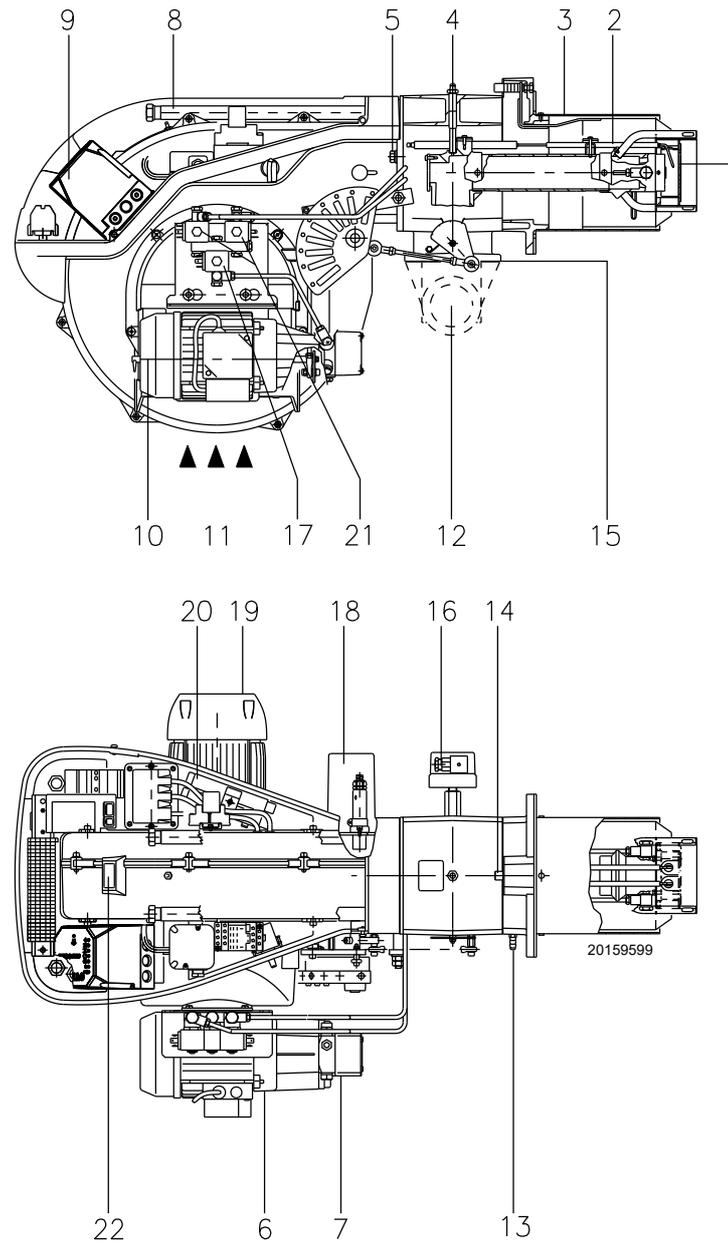

Fig. 6
(1) Conditions de référence : Température ambiante 20° C - Température du gaz 15° C - Pression barométrique 1 013 mbar - Altitude 0 m s.n.m.
(2) Pression à la prise 5)(Fig. 6) avec pression zéro dans la chambre de combustion et à la puissance maximale du brûleur.
(3) Pression sonore mesurée dans le laboratoire de combustion du constructeur, avec le brûleur fonctionnant sur la chaudière d'essai, à la puissance maximale. La Puissance sonore est mesurée selon la méthode « Free Field », prévue par la Norme EN 15036 et la classe de précision « Accuracy : Category 3 », comme décrit par la Norme EN ISO 3746.
blocage boîte de contrôle : l'allumage du bouton de la boîte de contrôle 9)(Fig. 6) signale que le brûleur s'est bloqué. Pour le déblocer, appuyer sur le bouton.